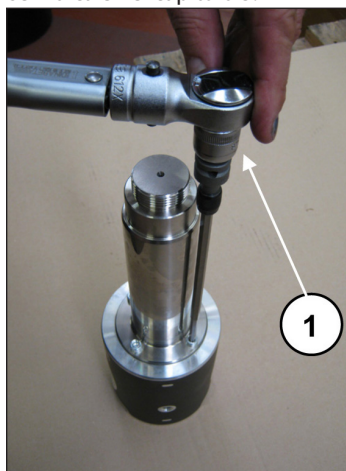

Fig. 44
Bloquear la guía del pistón con la herramienta específica y apretar los tornillos con la llave dinamométrica (pos. ①, Fig. 44) como se indica en el capítulo 3.